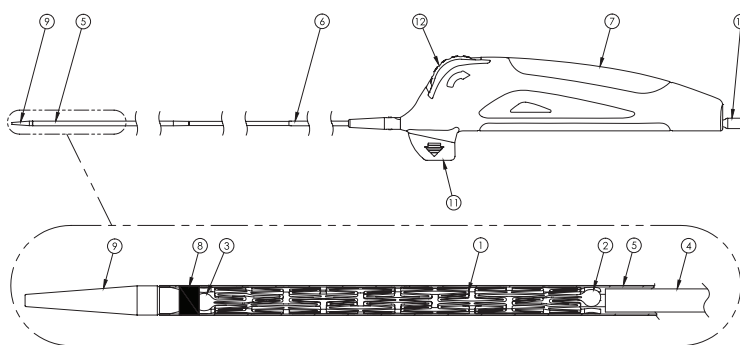

Abbildung 1: Abre™ selbstexpandierender Venen-Stent
- Der Abre™ selbstexpandierende Stent (siehe Abbildung 1) wird aus einem Nickel-Titan-(Nitinol)-Tubus in Gitterform (1) geschnitten mit integrierten Nitinol-Markierungen am hinteren Ende (2) und am vorderen Ende (3) des Stents. Nach der Freisetzung des Abre Stents geht von diesem eine nach außen wirkende Kraft aus, um die Durchgängigkeit sicherzustellen.
- Das Abre™ Trägersystem (siehe Abbildung 1) verfügt über einen triaxialen Schaft, der aus einem Innenschaft (4), einer zurückziehbaren Schleuse (silbern, 5), einer Trennschleuse (blau, 6) und einem ergonomischen Handgriff (7) besteht. Der Innenschaft beginnt am Luer-Lock-Anschluss (10) und endet in einer flexiblen Katheterspitze (9). Der Handgriff (7) für die Freisetzung des Stents verfügt über einen entfernbaren Verriegelungsstift (11), ein Daumenrad (12) und einen Luer-Lock-Anschluss (10).
- Die röntgenundurchlässigen Markierungen, die sich sowohl am vorderen als auch am hinteren Ende des Abre Stents befinden, dienen zur Positionierung des Stents in der Zielläsion vor der Freisetzung des Stents. An dem Handgriff für die Freisetzung befindet sich ein Luer-Lock-Anschluss. Über das Daumenrad am Handgriff für die Freisetzung des Stents kann mittels Drehen die zurückziehbare Schleuse (silbern) zurückgezogen werden. Ein Verriegelungsstift verhindert, dass der Stent vor der Verwendung freigesetzt wird. Um das Daumenrad betätigen zu können, muss dieser Verriegelungsstift entfernt werden. Der Abre Stent ist vollständig freigesetzt, wenn sich die röntgenundurchlässigen Markierungen (8) in der zurückziehbaren Schleuse (silbern) hinter der Nitinol-Markierung am hinteren Ende des Stents befindet. Mithilfe der einzigartigen Trennschleuse (blau, am Handgriff für die Freisetzung angebracht) können die Steuerung und die Genauigkeit bei der Freisetzung des Stents verbessert werden.